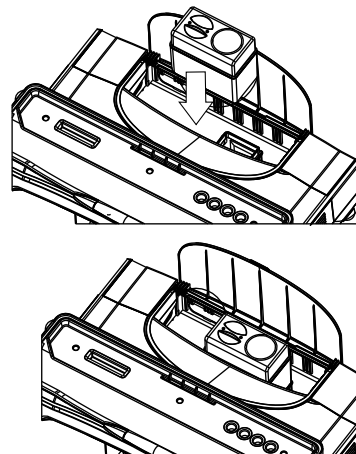

図28：スキマーコレクションカップの取り付け
6. カップの底の穴とスキマーの頂上を合せます(図28)。コレクションカップをスキマーにしっかり固定するまで押し込み、装着します。